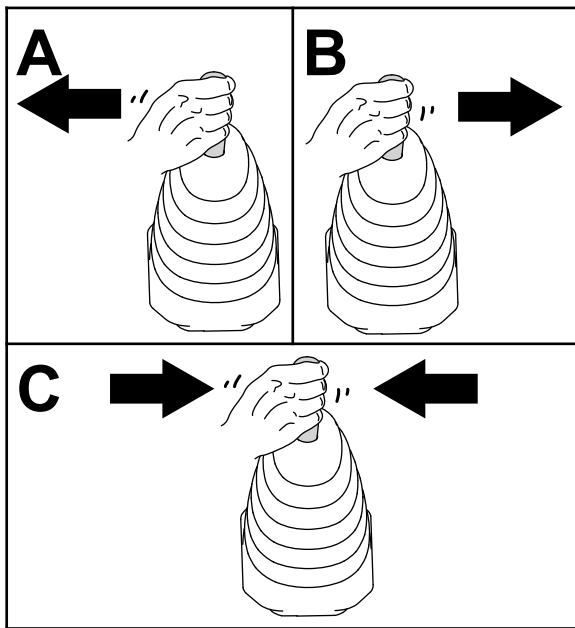

Bild 51
- Bewegen Sie den Joystick des Laders nach links, rückwärts, und wieder zurück in die NEUTRALSTELLUNG, um den Druck an den Hydraulikkupplungen abzulassen (**Bild 51**).